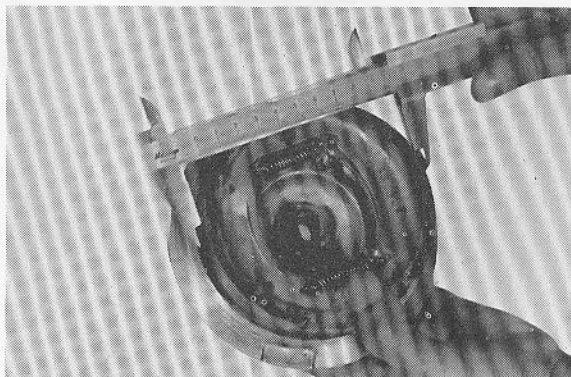

Fig. 5-1-6
- Measure the outside diameter at the brake shoes with slide calipers. (Fig. 5-1-6)
- Mesurer le diamètre externe aux sabots de frein avec un pied à coulisse. (Fig. 5-1-6)